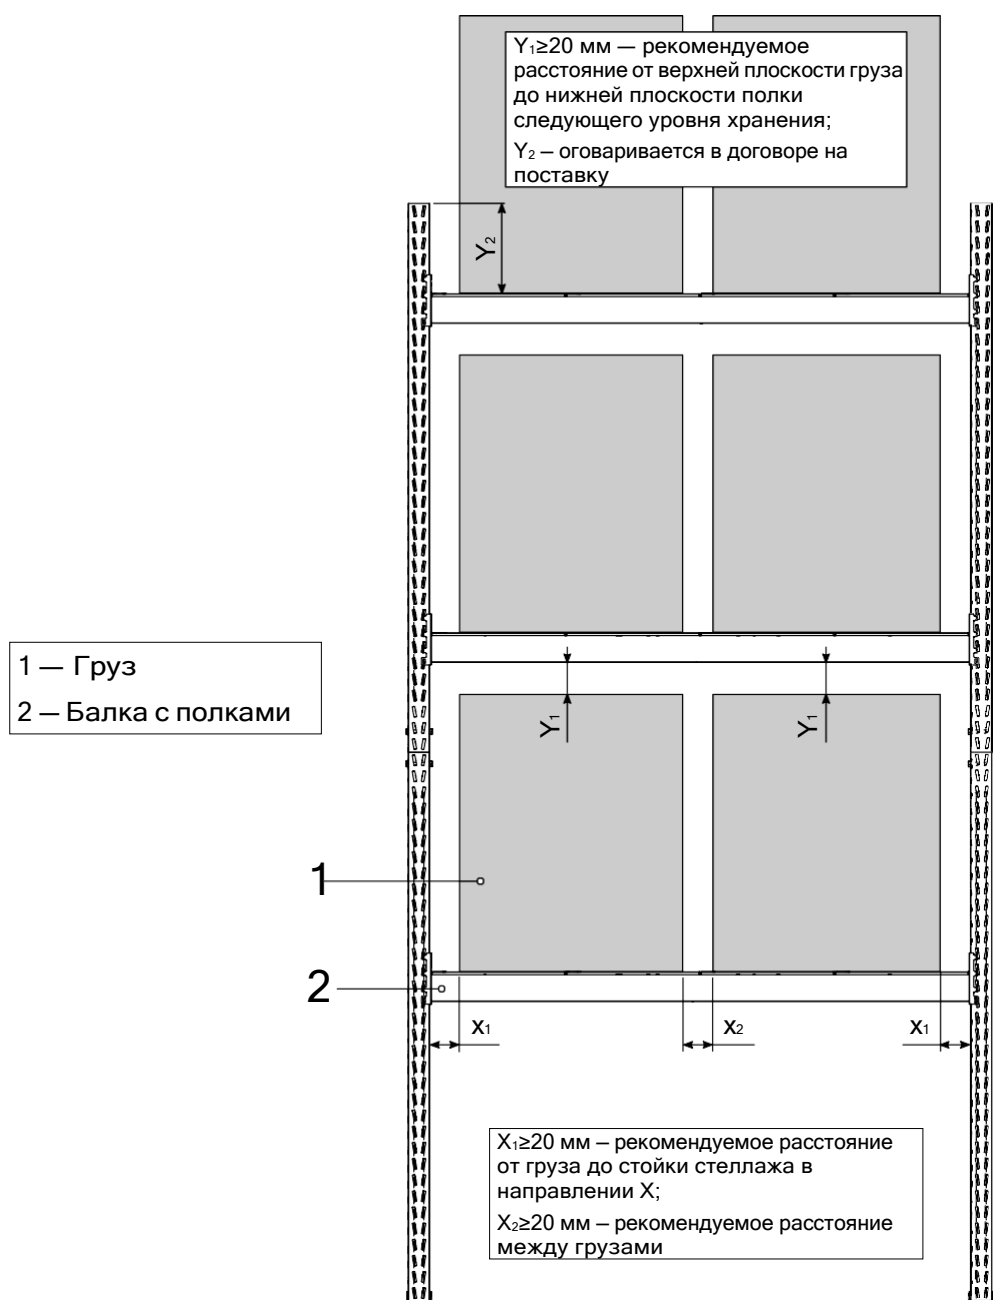

Рисунок 13 — Схема размещения груза в секции
- Горизонтальные и вертикальные зазоры, которые необходимо контролировать и соблюдать при эксплуатации, приведены ниже (рис. 13).